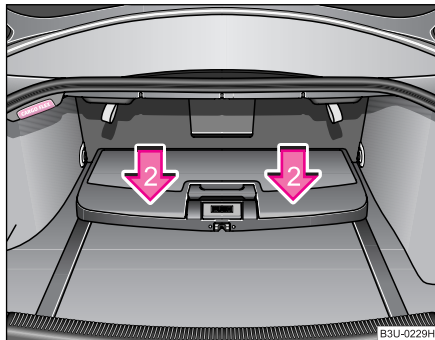

Fig. 73 Cutia pliabilă:
- ♥ fig. 73.
- Apăsați cutia în locurile indicate 2 ♥ fig. 73, spre podeaua portbagajului, până se fixează cu un zgomot. Dacă cutia este montată corect, mânerul va reveni la poziția inițială (zona roșie a mânerului nu este vizibilă).